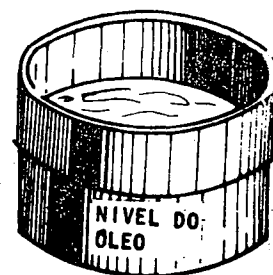

Fig. 7
- d Coloque o óleo até o nível indicado (fig. 7).